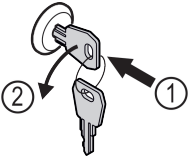

Fig. 183
- Introducir la llave. Fig. 183 (1)
- Girar la llave 90° en sentido antihorario. Fig. 183 (2)